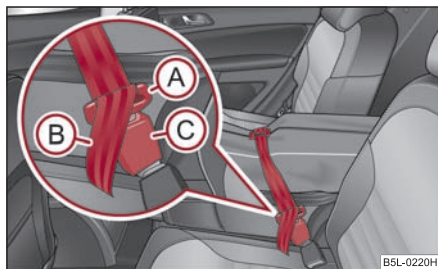

Fig. 134 Seguro de la bolsa para carga de gran longitud en el cierre central del cinturón de los asientos traseros
- Meter las lengüetas de cierre (A) en los cierres de los cinturones de seguridad traseros centrales (C), primero por un lado y luego por el otro ⇒ fig. 134.
- Apriete fuertemente el cinturón de seguridad por el extremo libre (B).